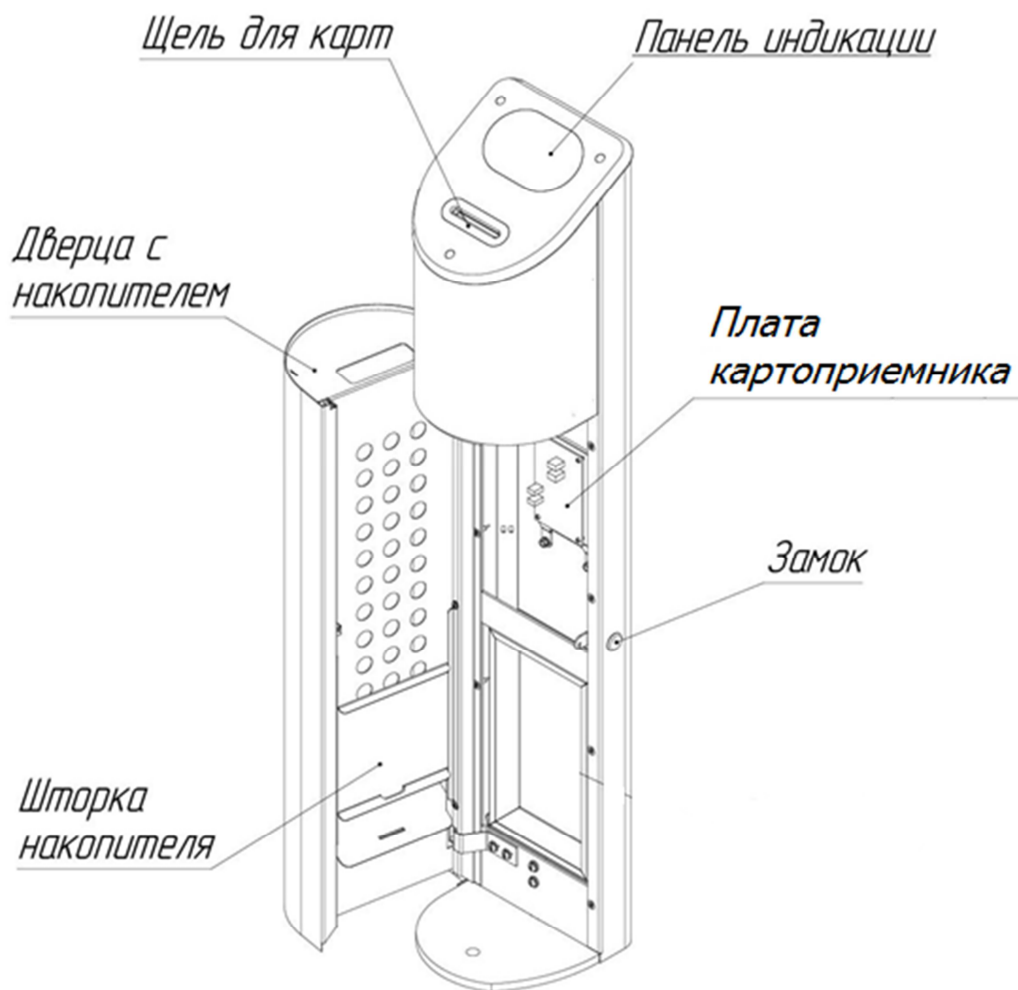

Рис. 7. Общий вид картоприемника
7.3.1. Откройте замок дверцы картоприемника с помощью ключа (рис. 7).
- откройте дверцу картоприемника с помощью ключа (рис. 7);